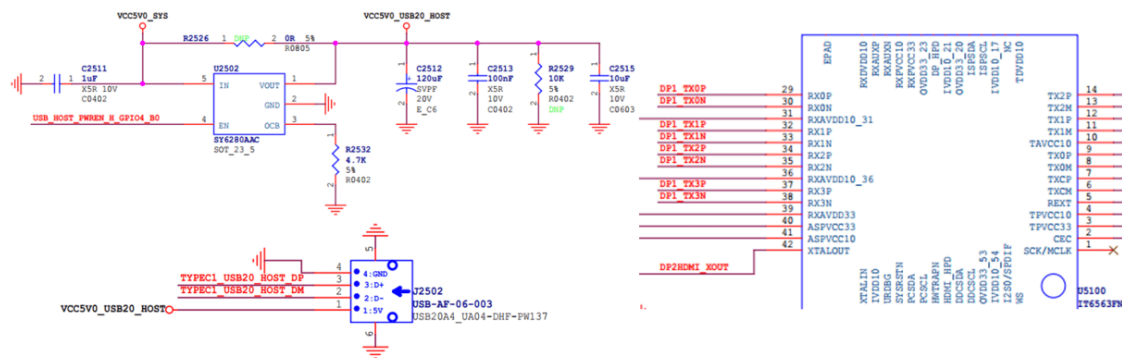

图 23 RK3588 Type-A USB2/DP to HDMI 接口
3. Type-A VBUS 的供电电源 (VCC5V0\_USB20\_HOST) 由 GPIO 控制，当 OTG 作 HOST mode，打开 VBUS 输出。此外，稳压芯片 SY6280AAC 的输出电流由 OCB pin 连接的电阻决定，最大电流  $I_{lim}(A) = 6800/R_{set}(ohm)$ ，如下图 23 所示，VBUS 输出限流为 1.45A；